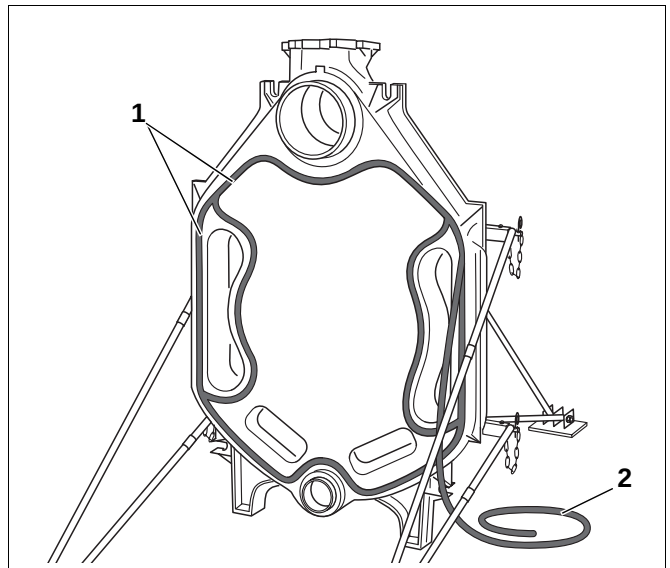

Fig. 13 Innlegging av pakningssnoren (KM-snor)
- Legg den elastiske pakningssnoren (KM-snor: fig. 13, **pos. 2**) inn i pakningsnotene (fig. 13, **pos. 1**) på forsiden av bakelementet, start i øvre navområde og trykk forsiktig. I skjøtene skal pakningssnoren overlappe 2 cm og trykkes godt sammen.